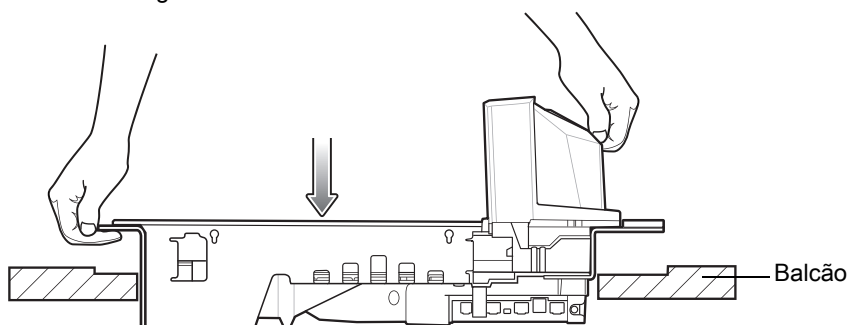

Figura 3-21 *Abaixamento do MP70XX curto, médio, longo no balcão*
- a. Para segurar o MP70XX para baixá-lo no suporte, use a alça do suporte na parte de trás da tampa da torre junto com a alça frontal embaixo do prato. Consulte Figura 3-21 na página 3-19.